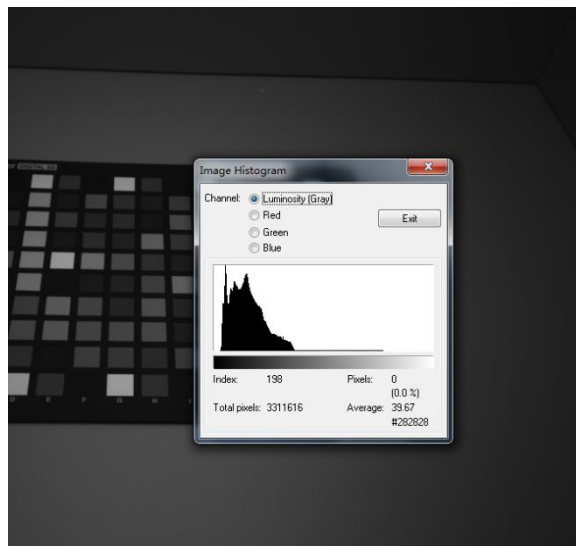

图 5-21
- (1) 依次在四个光源 A、D65、TL84(f11)、CWF(f2)下，参考(2)，(3)，(4)拍照(只拍一种分辨率，一般拍预览采用的分辨率)。
- (2) 将色卡放置光源的正下方，摄像头采用 45 度角方式拍摄，色卡尽量位于视场正中心；对于普通镜头色卡占画面的比例为 1/2 左右，对于畸变较大的广角镜头可以令色卡占画面的比例减小至 1/4，以提高色卡中各个色块的识别率。
- (3) 对焦色卡后，拍摄色卡的 RAW，使用 Capture tool 工具，配置参考 Color correct Typical 获取合适亮度的图片，如图 5-21，或者不启用 Max enable，拍摄多张图片，从中手动选择合适亮度的图片。
- (4) 然后将色卡移除，拍摄背景的 raw 图像。注意摄像头、脚架不要动，只移除色卡，避免背景图像与色卡的背景图像出现移动。使用 Capture tool 工具，配置参考 Color correct back Typical 获取合适亮度的图片，如图 5-21，或者不启用 Ave enable，拍摄多张图片，从中手动选择合适亮度的图片。
有色卡的 raw 图中亮度最大的白色块的值需在 200 左右，黑色块的亮度最小值要大于黑电平值。若除色卡外的场景没有过曝，按图 5-21 拍出的图片符合该要求，否则可以不选中 max enable 单选框，图片筛选功能不启用，拍摄多组曝光参数的 raw 图，从中手动选择合适的图片。